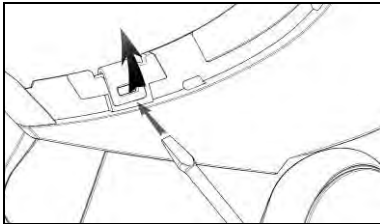

Abb. 28
- Haken Sie den rechten Befestigungsclip der Helmschale los, indem Sie sie mit einem flachkantigen Schraubenzieher oder einem ähnlichen Werkzeug mit Hebelwirkung nach außen drücken, und zwar wie auf Abb. 28 dargestellt.